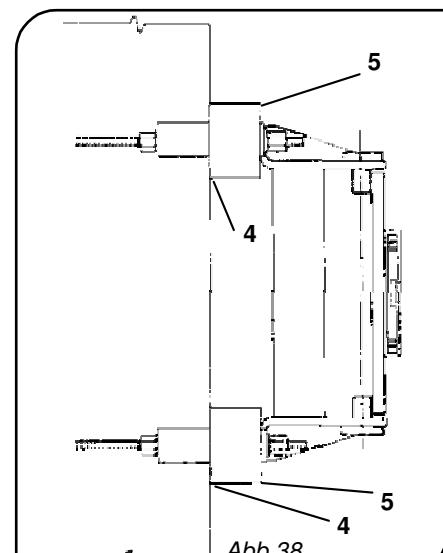

Abb.38
- d. eine perfekte Auslotung wird, sofern erforderlich, erreicht, indem man entsprechende Distanzscheiben **4** (nicht im Lieferumfang enthalten) unter die vorderen Bügel **5** einfügt (Abb. 38).